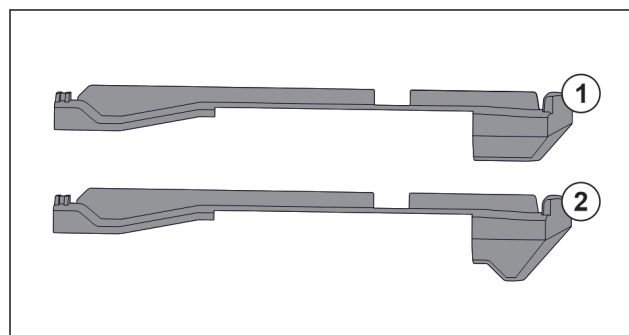

Fig. 69 Porovnání nasazovacích dílů
V přístroji se nacházejí dva různé nasazovací díly. Nasazovací díl nad nejspodnější zásuvkou Fig. 69 (2) má hranu trojúhelníkového tvaru. Všechny ostatní nasazovací díly Fig. 69 (1) mají rovnou hranu.
- ▶ Nasazovací díl Fig. 69 (2) s hranou trojúhelníkového tvaru připevněte nad nejspodnější zásuvkou.
- ▶ Nasazovací díl *Fig. 69 (1)* s rovnou hranou připevněte na všech ostatních místech.